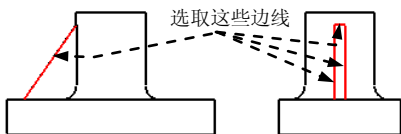

图 3.11.14 创建使用边
① 在图形区选取上一步创建的主视图，并右击，在系统弹出的快捷菜单中选择 **投影视图 (E)** 命令，在主视图的右侧单击来放置左视图。
② 双击左视图，在系统弹出的“绘图视图”对话框中选取 **类别** 区域中的 **视图显示** 选项，在 **显示样式** 下拉列表选取 **消隐** 选项，在 **相切边显示样式** 下拉列表选取 **无** 选项，其他参数采用系统默认设置值，单击 **确定** 按钮，完成左视图的创建。
**Step6.** 创建使用边。在功能选项卡区域的 **草绘** 选项卡中选择 **边** 下面 **使用边** 命令。按住 **Ctrl** 键，依次选取图 3.11.14 所示的四条边线，然后单击中键，完成使用边的创建。